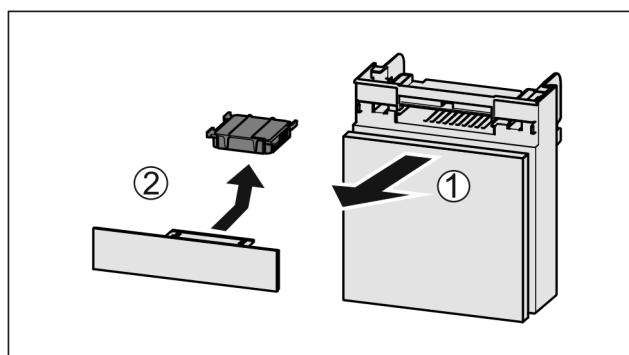

Fig. 59
- Fach nach vorne herausziehen Fig. 59 (1).
- Aktivkohlefilter entnehmen Fig. 59 (2).